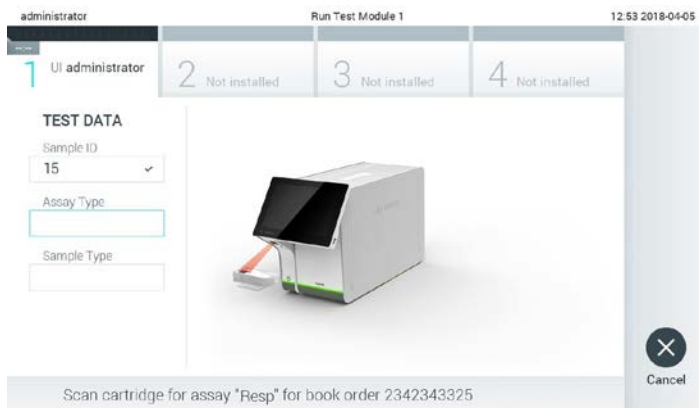

Abbildung 74: Scannen des Barcodes der QIAstat-Dx Assay-Kartusche
4. Wenn die Testanforderung erfolgreich vom Host empfangen wurde, wird der Text „Scan cartridge for assay <assay_name> and book order <order_number> (Kartusche für Assay <Assay_Name> und Anforderungsnummer <Bestellnummer> scannen)“ angezeigt. Scannen Sie den Barcode der angegebenen QIAstat-Dx Assay-Kartusche (Abbildung 74).